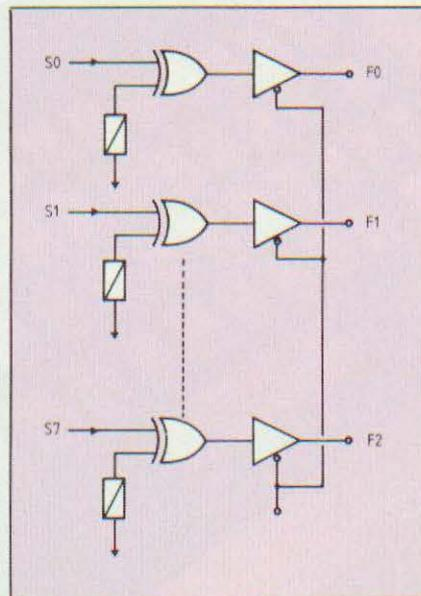

Figure 16. Etage de Sortie.
- un étage de sortie OUI/NON programmable (fig. 16) générant les 8 sommes ou leurs compléments.